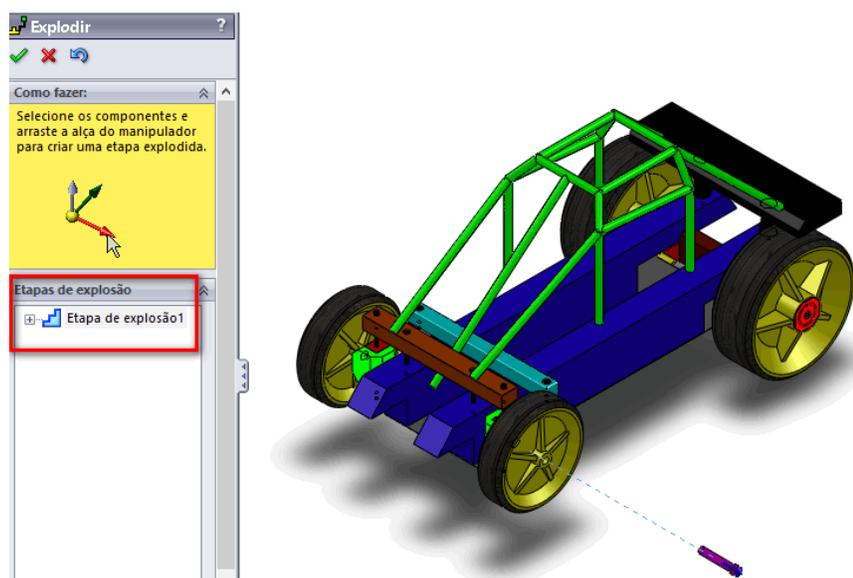

Figura 5.4 - Criação da **Etapa de explosão 1**.
2.4. Clique no eixo X, Y ou Z do manipulador  conforme a direção que você deseja mover o componente. Mantenha o botão esquerdo do *mouse* pressionado e arraste a aba do manipulador até a posição que você deseja deixar o componente, soltando então o botão do *mouse*. Para nosso exemplo, selecione o eixo X do manipulador. A Figura 5.4 apresenta o resultado desta etapa. Observe que no menu foi criada a **Etapa de explosão 1**.